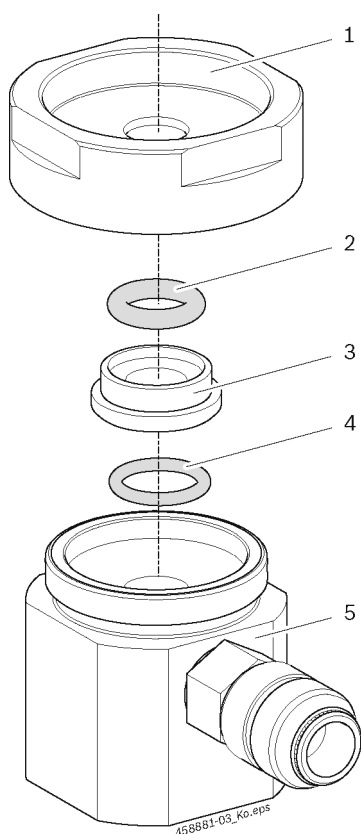

Рис. 6. Замена уплотнительных колец
1. Снимите накатанную гайку (рис. 6, поз. 1), повернув ее против часовой стрелки.
2. Извлеките из топливоприемной камеры держатель уплотнительных колец (рис. 6, поз. 3).
4. Проверьте уплотнительные кольца (рис. 6, поз. 2, 4) и замените их, если они повреждены.